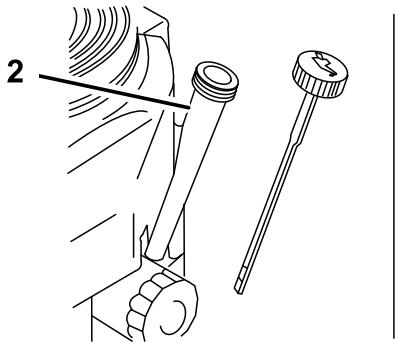

Figura 25
3. Limpie alrededor de la varilla de aceite (Figura 25) para impedir que caiga suciedad por el orificio de llenado y cause daños en el motor.
4. Desenrosque la varilla de aceite y límpie el extremo (Figura 25).
5. Deslice la varilla a fondo en el tubo de llenado, pero no la enrosque en el tubo (Figura 25).
10. Vierta lentamente un 80% aproximadamente de la cantidad especificada de aceite por el tubo de llenado (Figura 25).